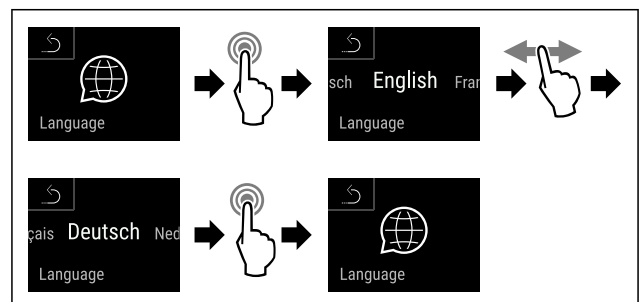

Fig. 104
- ▶ Suivre les étapes (voir Fig. 104).